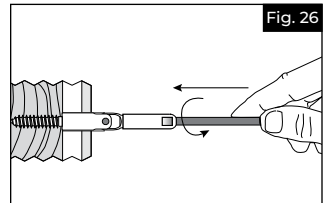

Fig. 26
- Inserte los cables cortados en los accesorios aproximadamente $1\frac{1}{16}$ " hasta que sienta que se apoyan contra un tope duro (Fig. 26), luego tire contra el accesorio para asegurar las cuñas en el accesorio (Fig. 27).